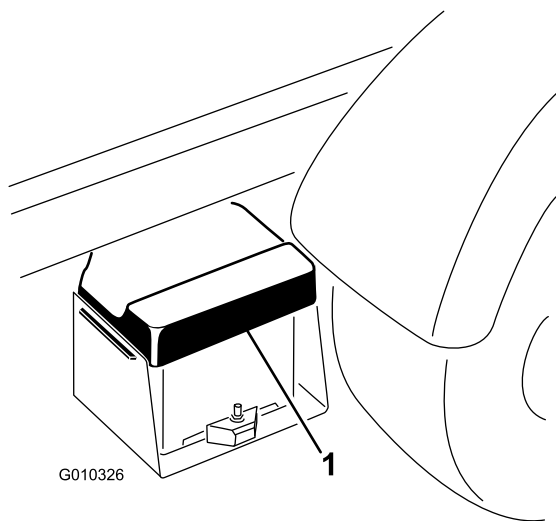

图41
1. 挤压电池盖从电池座中松开凸耳然后从电池座中取出电池盖 图41。